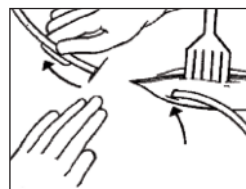

Fig.3
- Introdurre il tubo di drenaggio nella ferita operatoria, dall'interno verso l'esterno, con l'apposito ago guida di diametro corrispondente (Fig. 3). **Usare sempre una rigorosa asepsi.**
1. Introduce the drainage tube into the surgical wound from the inside to the outside by means of its guide needle of the same diameter (Fig. 3).